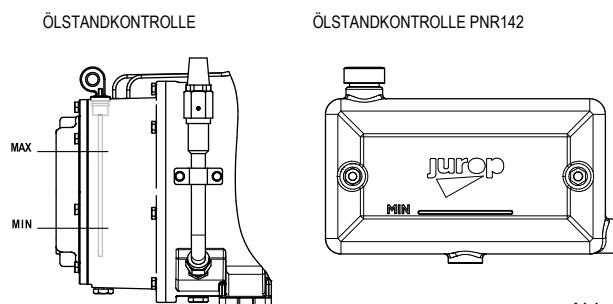

Abb. 6.1
- Auf keinen Fall unter dem Mindeststand senken: Gefahr von Trockenbetrieb mit darauffolgenden schweren Schaden. (Siehe Abb. 6.1).